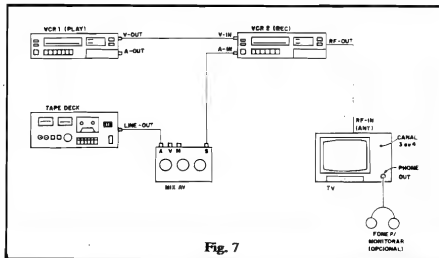

Fig. 7
- **FIG. 7** - Substituição da trilha sonora original de uma fita de vídeo, por música de fundo à escolha (proveniente de fita de áudio